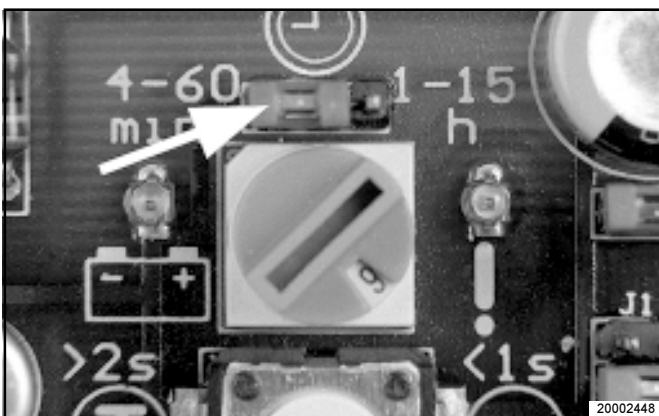

Fig. 13: - Présélection des plages de temporisation
- Les plages de temporisation (heures ou minutes) peuvent être modifiées en changeant la position du cavalier sur la plaquette de circuits imprimés (Fig. 13).